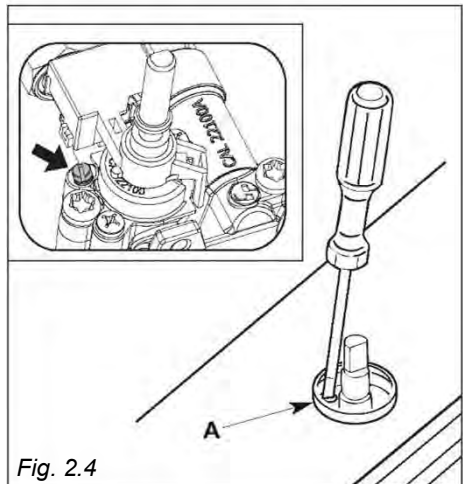

Fig. 2.4
- Com uma pequena chave de parafusos rodar o parafuso "A" para a regulação correta (fig. 2.4).